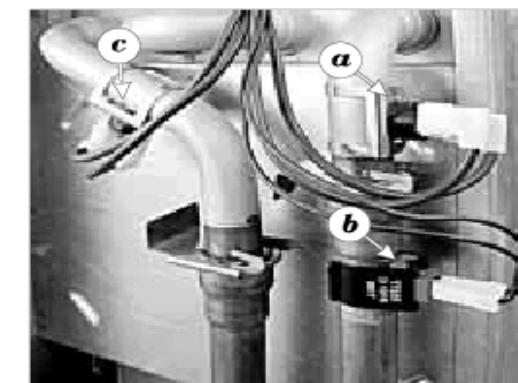

Рис. 25 – Термостаты
- аварийный термостат расположен в левом верхнем углу котла на выходе из первичного теплообменника (см.рис.25, поз. а). Он оснащен кнопкой «reset».
- термистор расположен на верхнем конце трубки между теплообменником и гидроблоком (см.рис. 25 – поз. b)
- 2 аварийные термостаты расположены в левом верхнем углу котла на входе и выходе из первичного теплообменника (см. рис. 25, поз. а, с). Они оснащены кнопкой «reset»;